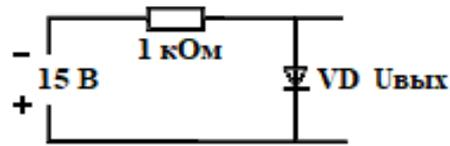

Рис. 2.59. Схема к задаче 4
4. Идеализированный диод включен в схему (рис. 2.59). Определить выходное напряжение при обратном токе насыщения 10^{-12} А.